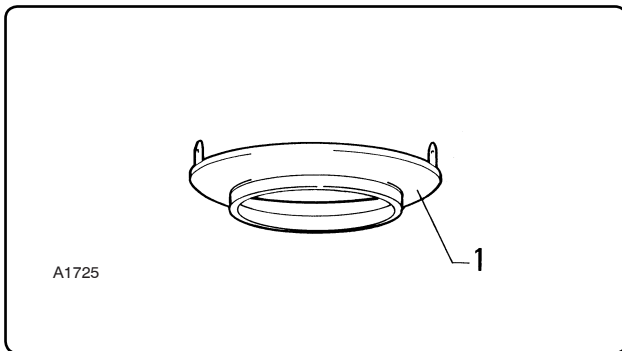

Fig. 6.10.1
6.10.1 - Ciclone estraibile (fig. 6.10.1)
6.10.1 - Removable separator (fig. 6.10.1)
6.10.1 - Cyclone extractible (fig. 6.10.1)
6.10.1 - Ciclón extraíble (fig. 6.10.1)